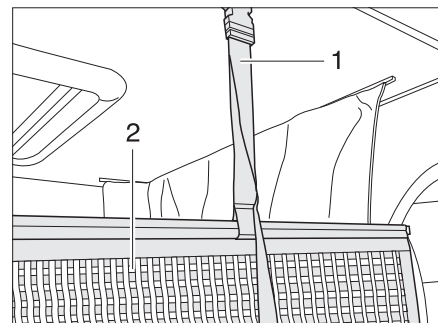

Bild 170 Halterung Sicherungsnetz
Das Sicherungsnetz (Bild 170,2) mit den Haltegurten ist unter der Matratze verstaut. Das Sicherungsnetz erst aufspannen, wenn sich die Personen bereits im Hubbett befinden.
- Die Haltegurte (Bild 170,1) in die Halterungen an der Decke einrasten.